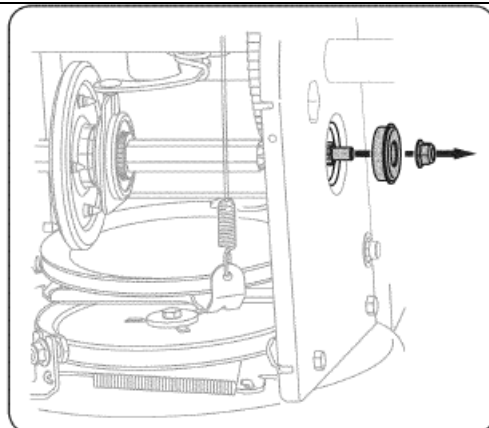

Рис. 32
6. Аккуратно отверните шестигранную гайку и извлеките шайбу, фиксирующую к раме снегоуборщика шестигранный вал. Придерживая вал рукой, извлеките шариковый подшипник с правой стороны рамы снегоуборщика. См. Рис. 32.